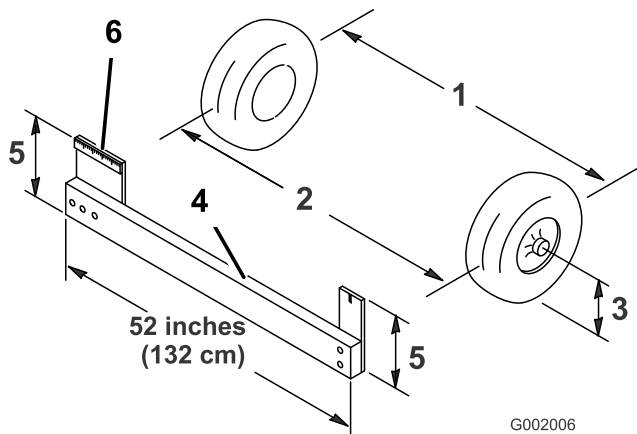

Figure 56
4. Mesurez la distance entre les roues avant à hauteur d'essieu, à l'avant et à l'arrière des roues (Figure 56). Un gabarit ou un compas à verges est nécessaire pour mesurer l'arrière des roues avant à hauteur d'essieu. Utilisez le même gabarit ou outil pour mesurer précisément l'avant des roues avant à hauteur d'essieu (Figure 56).